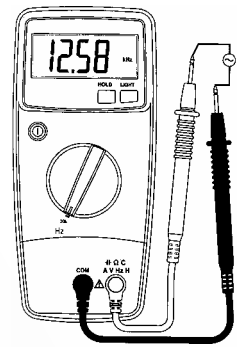

Рисунок 10
- 4.14.2 Установите поворотный переключатель в положение "20kHz" (см. рис. 10).